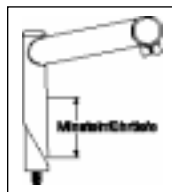

Abb.1
4. Bei Gabelschaftrohren mit Gewinde schieben Sie den Vorbau mindestens bis auf die Mindest-Tiefe entsprechend den Vorschriften der CPSC- und JIS-Normen ein. Die Einschubtiefe des Vorbaus muß mindestens das 2,5-fache des Durchmessers des Vorbaus betragen, gemessen vom unteren Ende des Vorbaus, nicht des Keils (siehe Abb.1).